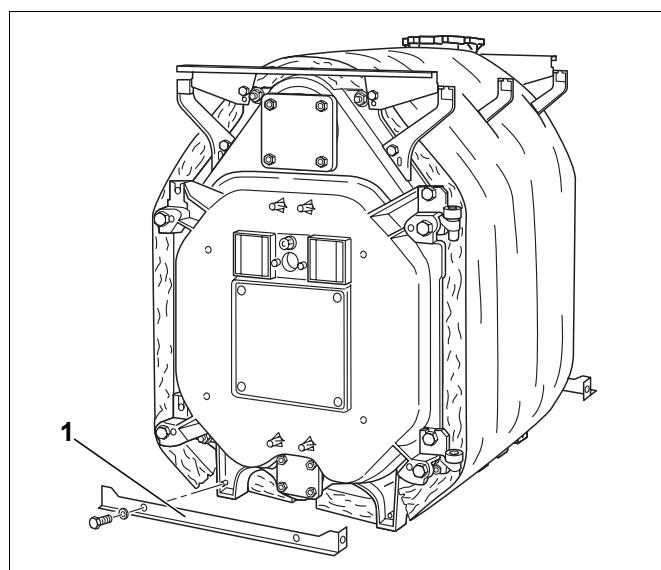

Fig. 43 Montaggio delle traverse trasversali inferiori
- ▶ Avvitare le traverse inferiori anteriore (fig. 43, [1]) e posteriore ai rispettivi piedi degli elementi ognuna con due viti a testa esagonale. I bordi ripiegati di queste traverse devono essere rivolti verso l'esterno.